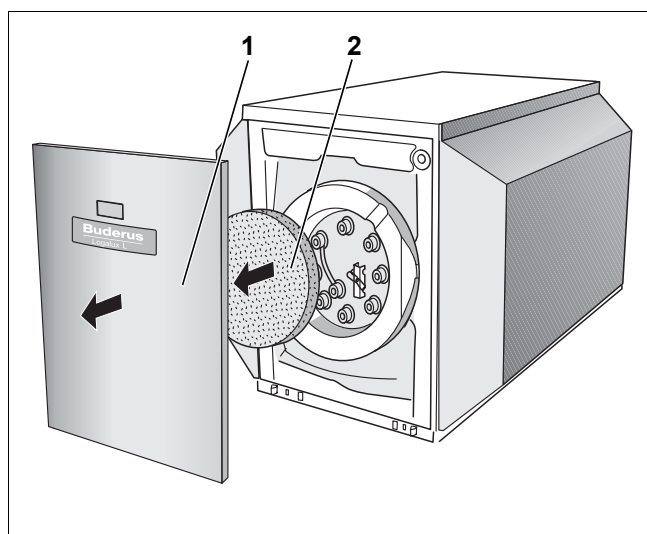

Рис. 8 Снять переднюю стенку и теплоизоляционный элемент
Установите датчик для измерения и контроля температуры горячей воды в баке. Передняя стенка бака должна быть для этого демонтирована (рис. 8).
- Снять переднюю стенку бака и теплоизоляционный элемент (рис. 8, стр. 12).